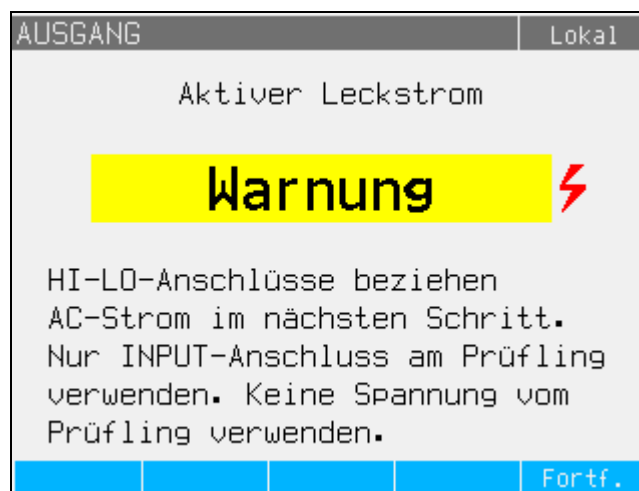

Abbildung 10. Warnmeldung zu aktivem Leckstrom
Im Gegensatz zu den Modi für passiven, Ersatz- und Differenzleckstrom, bei denen das Produkt als Widerstandsdekade wirkt, fungiert das Produkt als Stromquelle für das DUT im aktiven Strommodus. Die Stromquelle kann eine maximale Spannung zwischen 50 V und 100 V aufweisen. Daher wird die Meldung in Abbildung 10 angezeigt, wenn der aktive Leckstrommodus ausgewählt wird, um den Anwender daran zu erinnern, dass während der Kalibrierung Spannung an den Ausgangsanschlüssen anliegt.
3. Markieren Sie mithilfe der Cursortasten oder des Drehknopfs die Auswahl **Aktiv**. Drücken Sie dann entweder den Softkey **Auswählen** oder den Drehknopf. Die Warnmeldung in Abbildung 10 wird angezeigt.